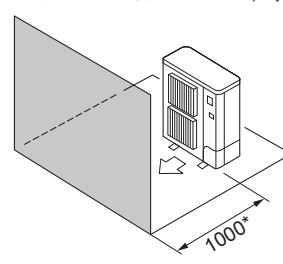

Fig. 2-6
- ④ Перешкоди лише спереду (Fig. 2-6)